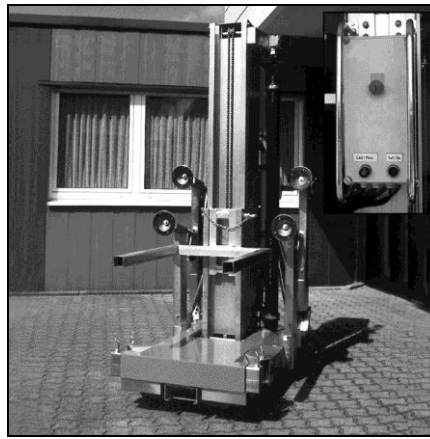

Bild 26
18.2 Personen-Lastumschaltung (Bild 26)